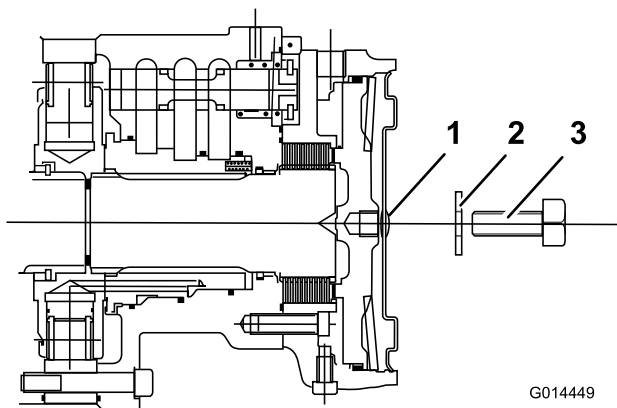

Figura 42
4. Introduzca un tornillo de ajuste M12 x 40 mm de largo y una arandela en el taladro central de la placa de extremo del motor (Figura 42).
5. Apriete el tornillo de ajuste en el taladro roscado del pistón del freno hasta que el freno quede liberado (Figura 42).
6. Identifique el disco de freno del motor de la rueda delantera izquierda y repita el procedimiento anterior (Figura 42).